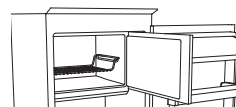
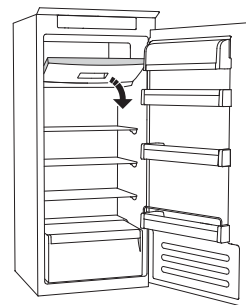

Figure 1
Figure 2
- disposez les aliments sur la grille, si présente (figure 1), ou directement sur la partie inférieure du compartiment (figure 2)
- placez les aliments au centre du compartiment ******* sans qu'ils n'entrent en contact avec les aliments déjà congelés, en maintenant une distance de 20 mm environ (figures 1 et 2).
Le SYSTEME STOP FROST (disponible selon le modèle) facilite la procédure de dégivrage pour le compartiment congélateur. L'accessoire STOP FROST (figure 1) est conçu pour recueillir une partie du givre qui se forme dans le compartiment congélateur et il est facile à retirer et nettoyer, et par conséquent réduit le temps nécessaire au dégivrage de l'intérieur du compartiment congélateur.
- Ouvrez la porte du compartiment congélateur et retirez la bac supérieur (figure 2).